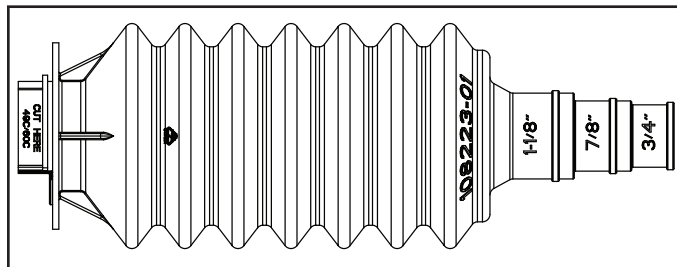

FIGURA 8. Manguito de acople para conjunto de línea
- 2 - Determine el tamaño de la línea de succión del refrigerante. Para líneas de succión de 7/8" o 1 1/8", corte el extremo más pequeño del manguito de acople más grande para contener la tubería de refrigerante (consulte la figura 8).